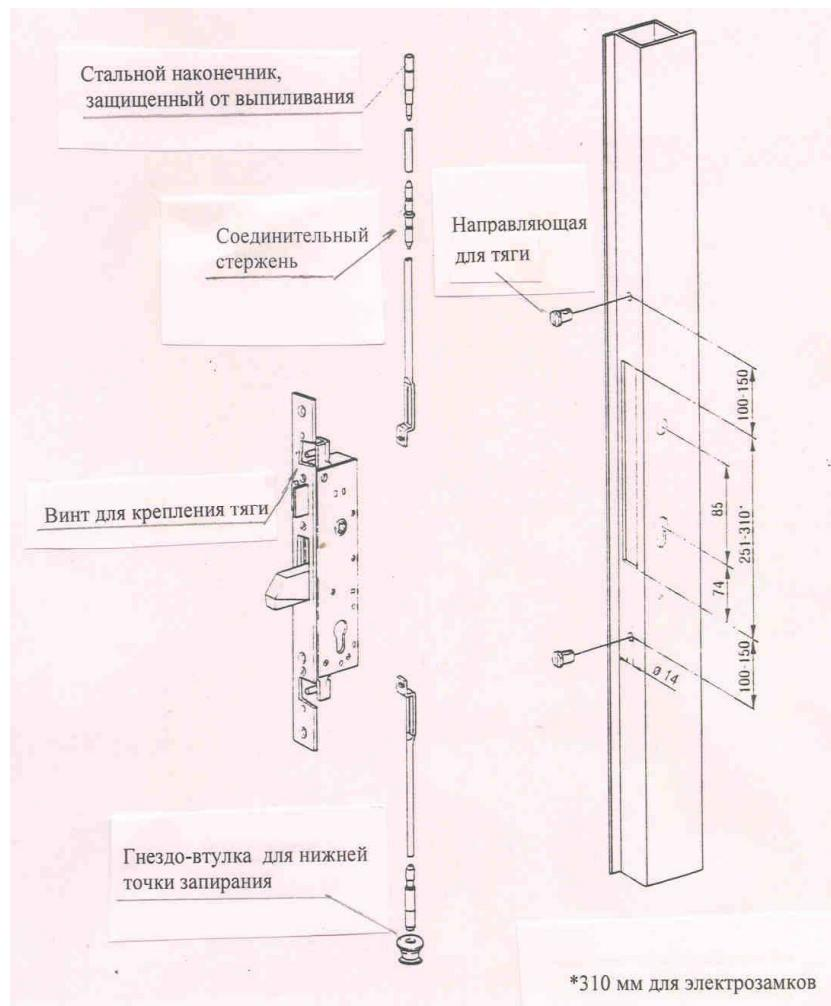

Рис.5
- Сделайте в профиле паз для врезки замка и отверстия для направляющих стержней, см. рис.5